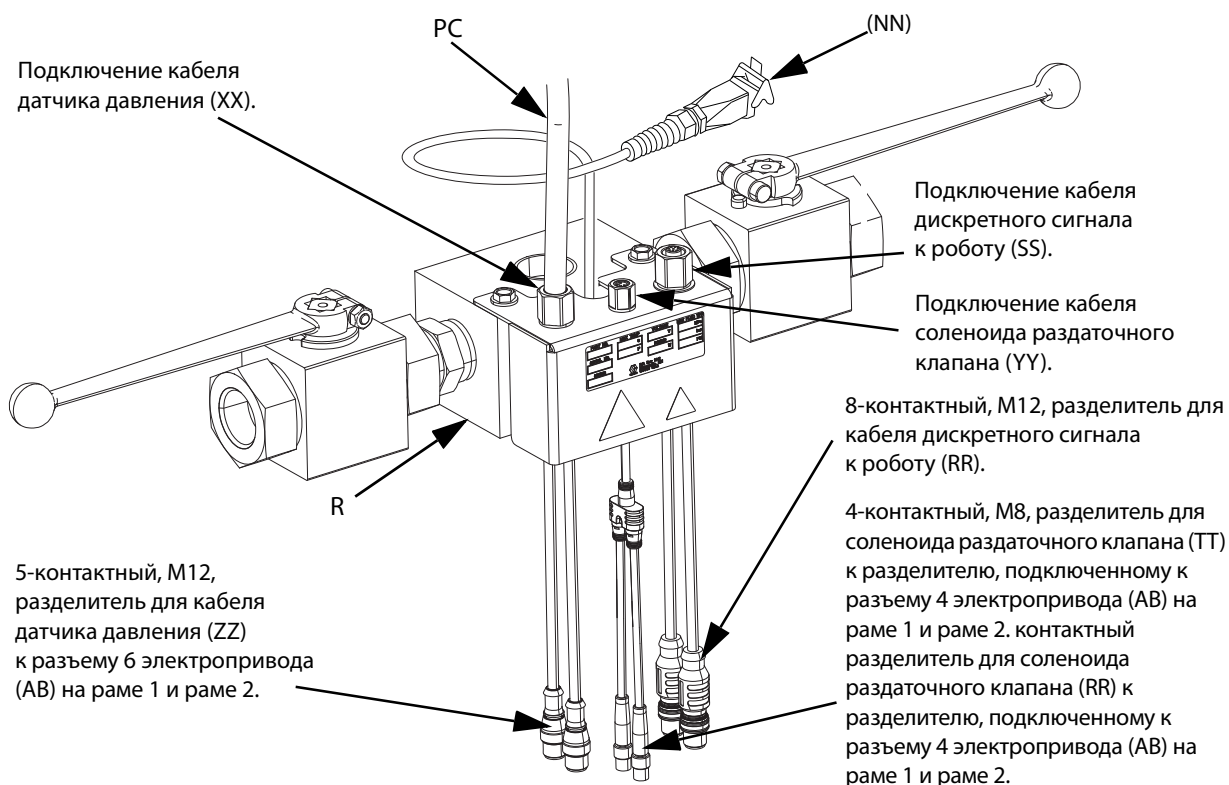

Рис. 22
1. При использовании одиночной системы подачи на раме iQ присоедините кабель датчика давления (PC) от раздаточного клапана (B) к разъему 6 на электроприводе (AB). См. **Соединения электропривода** для одиночных рам на стр. 16.
- а. Присоедините кабель датчика давления (PC) от раздаточного клапана (B) к разделителю кабеля датчика давления клапана тандемного блока. См. Рис. 22.
- б. Подключите один штыревой конец 5-контактного кабеля-разделителя датчика давления M12 (ZZ) на тандемном блоке (R) к разъему 6 на электроприводе (AB) рамы 1. Второй штыревой конец подключается к разъему 6 рамы 2. См. **соединения электропривода** для **Тандемная рама** на стр. 17.